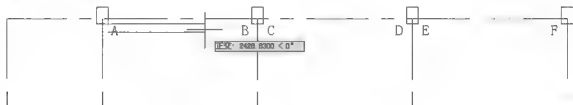

图 4.11 绘制 AB 墙的错误操作
① 在指定起点或 [对正(J)/比例(S)/样式(ST)]: 提示下，输入“S”后按 Enter 键。
② 在输入多线比例 <20.00>: 提示下，输入“220”后按 Enter 键，把多线的比例由 20 更改为 220。
③ 对正类型默认为“上”，不需修改。
④ 在指定起点或 [对正(J)/比例(S)/样式(ST)]: 提示下，打开【对象捕捉】功能，捕捉 A 点作为多线的起点，将光标水平向右拖动，会发现墙的位置不正确，如图 4.11 所示，按 Esc 键中断【多线】命令。